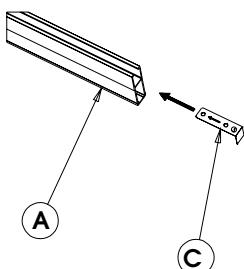

Fig.2
- 3) Inserire la dima n°3 (Rif. **C** Fig.2) nello spezzone **A** come indicato in Fig.2. Tracciare e forare con una punta Ø5.5.
- 3) Insert template No.3 (Ref. C Fig.2) in section **A** as shown in Fig.2. Mark and drill through with a Ø5.5 bit.
- 3) Introduire le gabarit n°3 (Réf. C Fig.2) dans le tronçon **A** d'après la Fig.2. Tracer et percer avec un foret Ø5,5.
- 4) Die Schablone Nr. 3 (Bez. **C** Abb. 2) in das Teilstück **A** gemäß Abb. 2 einlegen. Ankörnen und mit einer Spitzbohrung Ø 5,5 bohren.